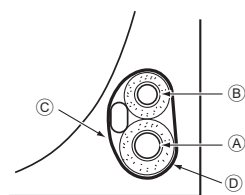

Fig. 4-3
4.3. Travaux pour l'installation des tuyaux de réfrigérant (Fig. 4-3)
4.3.1. Stockage dans l'espace de tuyauterie de l'appareil (Fig. 4-3)